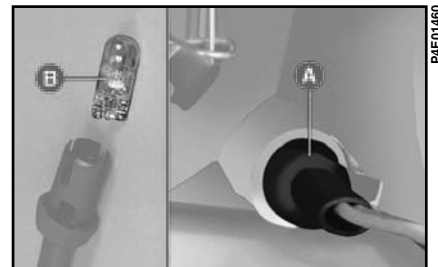

fig. 15
2) Desfaceți soclul **A-fig. 15** prin rotire și extrageți becul **B**.